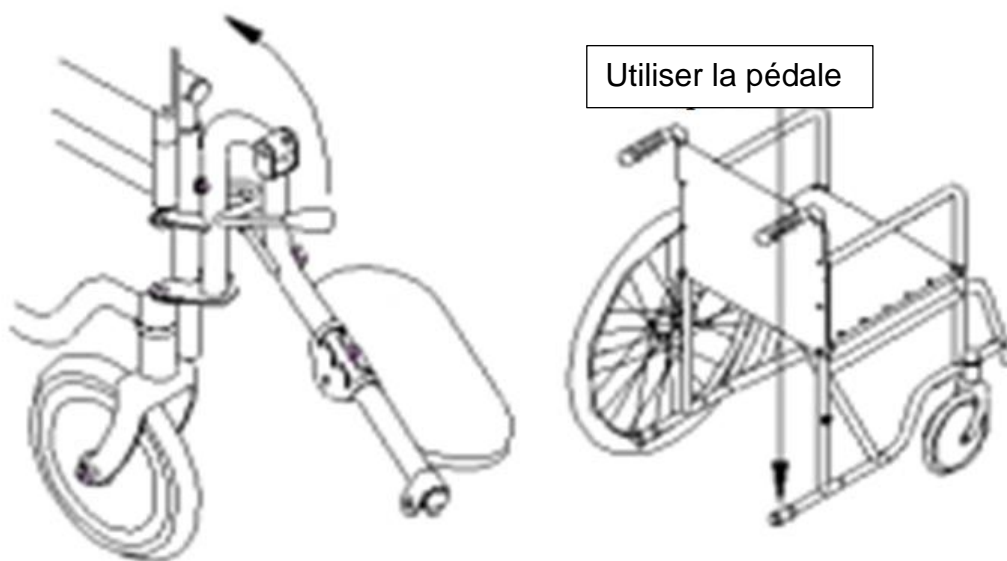

Figure 7
- Si vous achetez un fauteuil roulant avec un support de jambe flexible de type A, il vous suffit de soulever le support de jambe jusqu'à une position appropriée lors du levage du support de jambe, puis de le fixer par lui-même ; lors de l'abaissement, soutenez légèrement le support de jambe avec une main, l'autre main déplace la poignée de levage vers l'avant, le support de jambe peut être abaissé, et une fois qu'il est placé dans une position appropriée, la poignée de levage peut être desserrée afin de le fixer par lui-même. (Voir Figure 7)